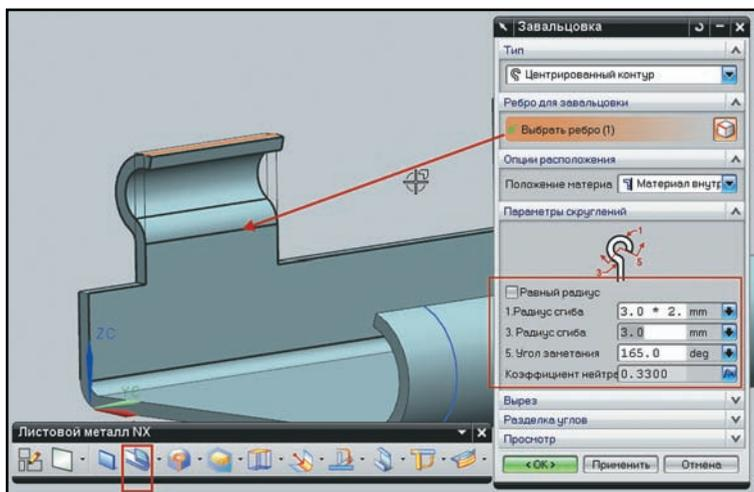

Рисунок 5.13. Построение завальцовки
- **Parameters**) отобразит параметры, характерные для данного типа завальцовки (рис. 5.13).